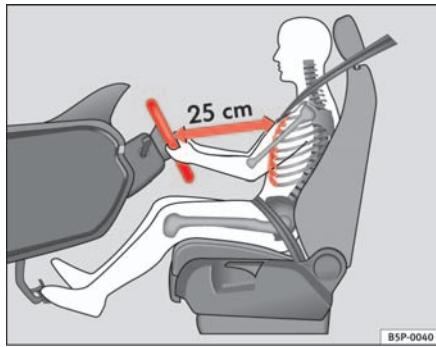

Fig. 90 Posición correcta del conductor
- Ajuste el volante hasta alcanzar la posición deseada ⇒ fig. 90.
- Ajuste el asiento del conductor o el volante de modo que quede una distancia mínima de 25 cm entre el volante y el tórax **⇒ página 131, fig. 90.** ¡Si no respeta la distancia mínima, el airbag no le protegerá adecuadamente y corre peligro de muerte!